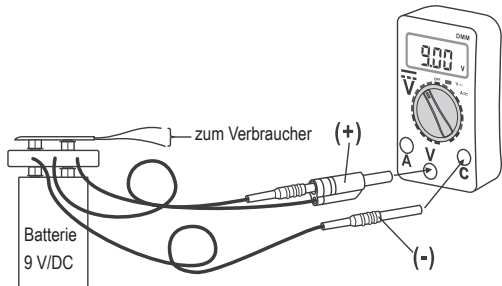

Abb. 3
- Verbinden Sie die Stecker des angeschlossenen Messadapters entsprechend der Abbildung 3 mit einem geeigneten Multimeter.